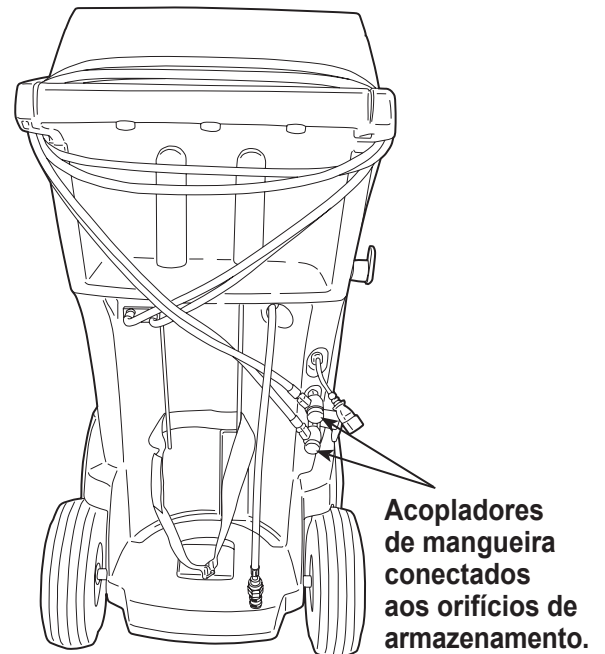

Figura 13
2. Dê duas voltas em torno da alça com as mangueiras de serviço e prenda-as aos orifícios de armazenamento. Consulte a Figura 13.